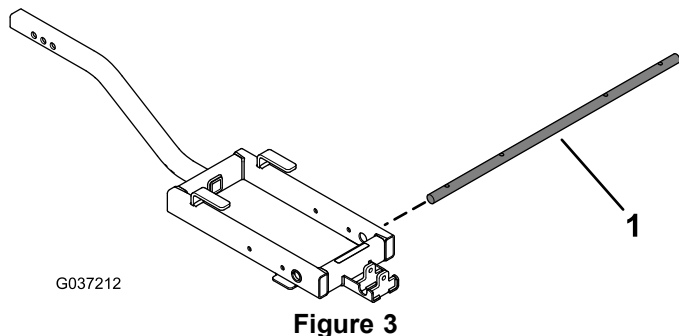

Figure 3
2. Insérez l'axe de pivot de l'épandeur dans le cadre de support, à travers les bagues à clipser (Figure 3).